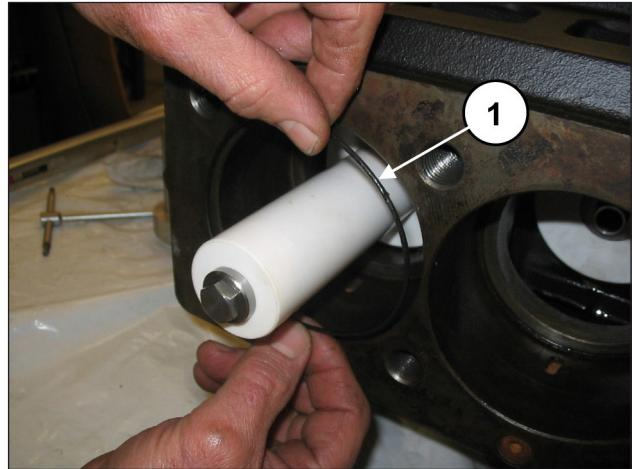

Fig. 139
Introducir la junta tórica en el cárter de la bomba (pos. ①, Fig. 139) y, a continuación, el bloque camisa-soporte junta (con la junta tórica) ya ensamblado (pos. ①, Fig. 140).